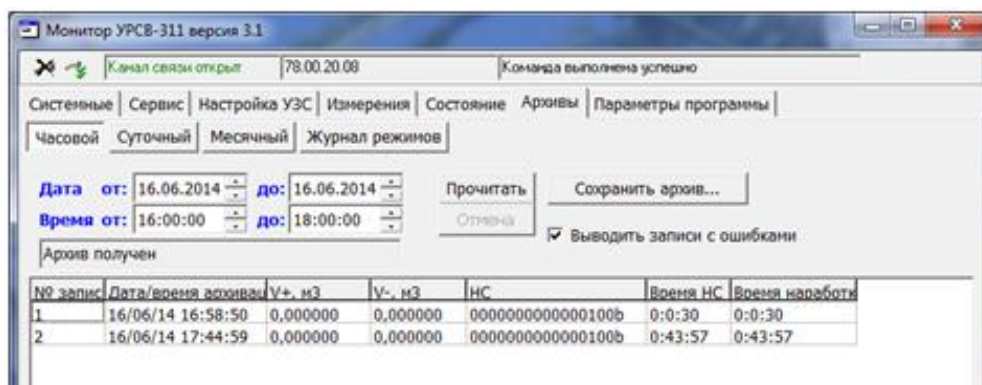

Рис.13. Вид вкладки «Архивы» приложения «Монитор УРСВ-311».
4.1.6. Для считывания архивных данных необходимо перейти на вкладку «Архивы» (рис.13), выбрать вид архива (часовой, суточный или месячный), установить требуемый интервал в полях «Дата» и «Время» и нажать кнопку «Прочитать».